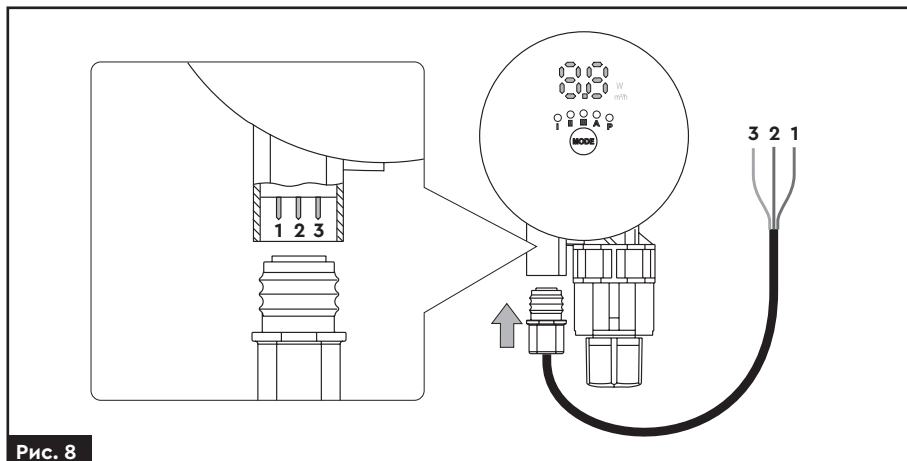

Рис. 8
2. Підключіть кабель Mini SuperSeal до насоса (рис. 8).